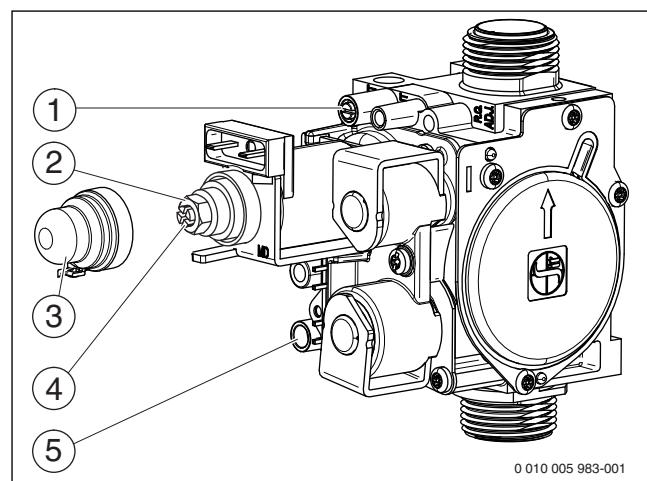

Рис. 32 Газовая арматура
- ▶ Отверните уплотнительный винт штуцера измерения давления на форсунках (рис. 32, [1]) и подсоедините U-образный манометр.
- ▶ Снимите крышку (рис. 32, [3]).
- ▶ Значение «max» давления (мбар) на форсунках приведено в таб. на стр. 44. Установите давление на форсунках регулировочным винтом максимального расхода газа (рис. 32, [2]). Поворот направо - больше газа, поворот налево - меньше газа.
- ▶ Значение «min» давления (мбар) на форсунках приведено в таб. на стр. 44. Установите давление на форсунках регулировочным винтом минимального расхода газа (рис. 32, [4]).
- ▶ Выключите котёл и закройте газовый кран, отсоедините U-образный манометр и заверните уплотнительный винт (рис. 32, [1]).
- ▶ Отверните уплотнительный винт на штуцере измерения подаваемого давления газа (рис. 32, [5]) и подсоедините манометр.
- ▶ Установите и опломбируйте крышку (рис. 32, [3]).